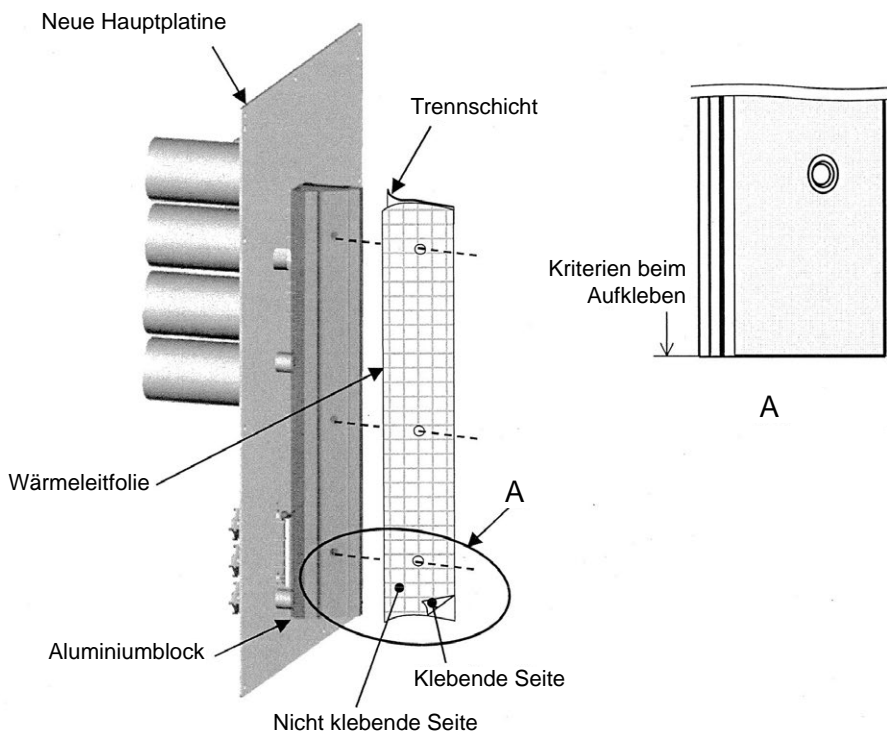

Abb. 5 Aufkleben der Wärmeleitfolie - Detailansicht
- Die Trennschicht der neuen Wärmeleitfolie abziehen und die Wärmeleitfolie auf den Aluminiumblock kleben. (Siehe Abb. 5.)